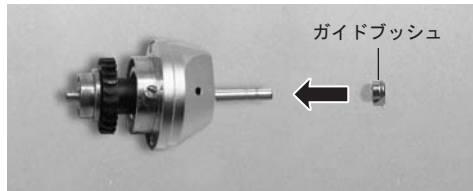

図21
- 2) テストバーに添って、ガイドブッシュのガイド部の長い方を先にローター軸先端へセットします。(図21)